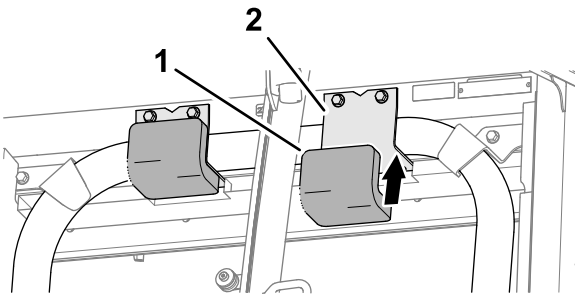

Рисунок 29
- Удалите защитную пленку и установите накладки конструкции ROPS на монтажные кронштейны конструкции ROPS (Рисунок 29).